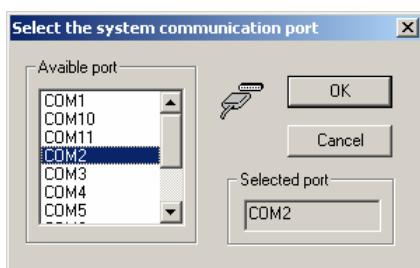

Рисунок 7 – Выбор COM-порта.
2.11. В отобразившемся диалоговом окне выберите последовательный порт ПК к которому подсоединен принтер (в примере COM2) и нажмите на кнопку «OK» (см. рис. 7):